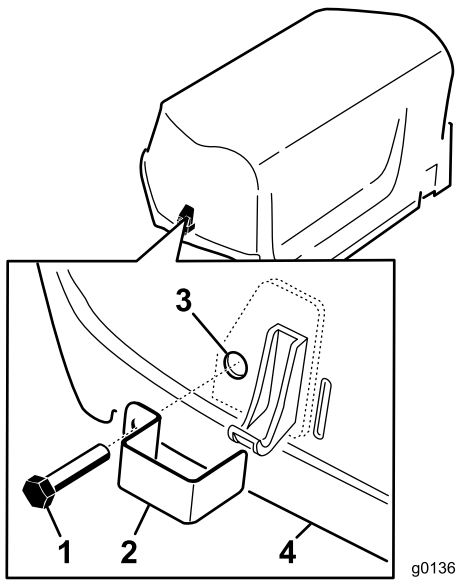

Figura 7
1. Instale o bloqueio do fecho sobre os fechos do capot do lado esquerdo e lado direito com um parafuso de cabeça hexagonal (dois no total) (Figura 7).
- Utilizando um alicate ou uma chave ajustável, aperte uma anilha de bloqueio interna em cada parafuso (1-2 roscas) para prender o parafuso (Figura 7).